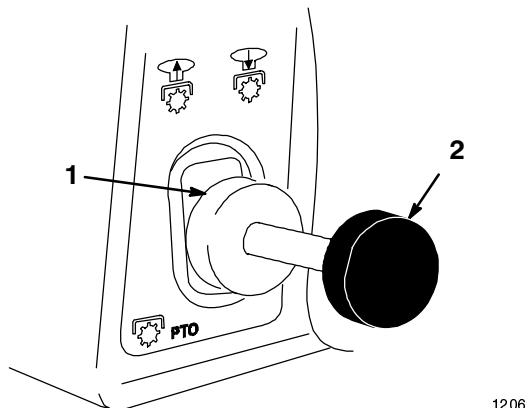

Bild 6
2. Schieben Sie den Zapfwellenhebel auf "EIN" (Bild 6).
2. Schieben Sie den Zapfwellenhebel auf "AUS" (Bild 6).